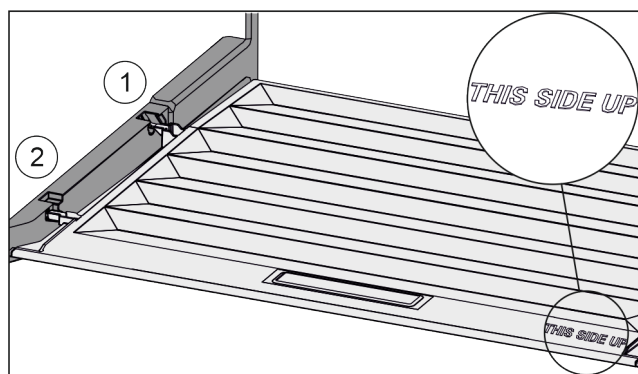

Fig. 37
- ▶ Skyv inn dekseltrinn via åpningen til bakre holder Fig. 37 (1) og klikk dem på plass i fremre holder Fig. 37 (2).